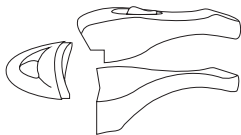

Fig. 6
- Los mangos y asas permiten la apertura y cierre de la olla a presión, así como su manipulación. Las ollas a presión Cierre Externo UNIVERSAL®, cuenta con mango en la tapa y en el cuerpo; las ollas a partir de 4 litros tienen además un asa auxiliar en el cuerpo, facilitando la manipulación de las mismas. (Ver Fig. 6)